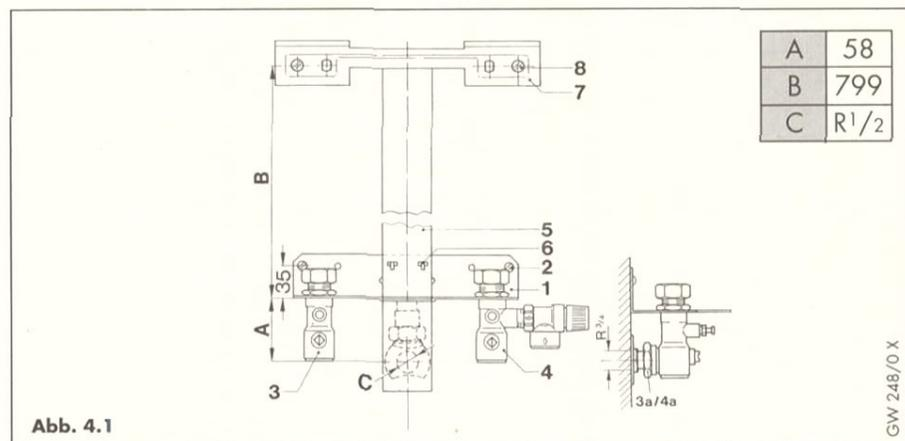

Abb. 4.1
Art.-Nr. 300 909 (Abb. 4.1)
Legende zu Abb. 4.1 und 4.2
- Abstandsschablone (5, Abb. 4.1 bzw. 4.2) mit den Ausstanzungen in die Haken (6) der Anschlußkonsole einhängen.
- Den an der Abstandsschablone befestigten Gerätehalter (7) senkrecht nach oben ausrichten und mit den Schrauben (8) an der Wand befestigen.